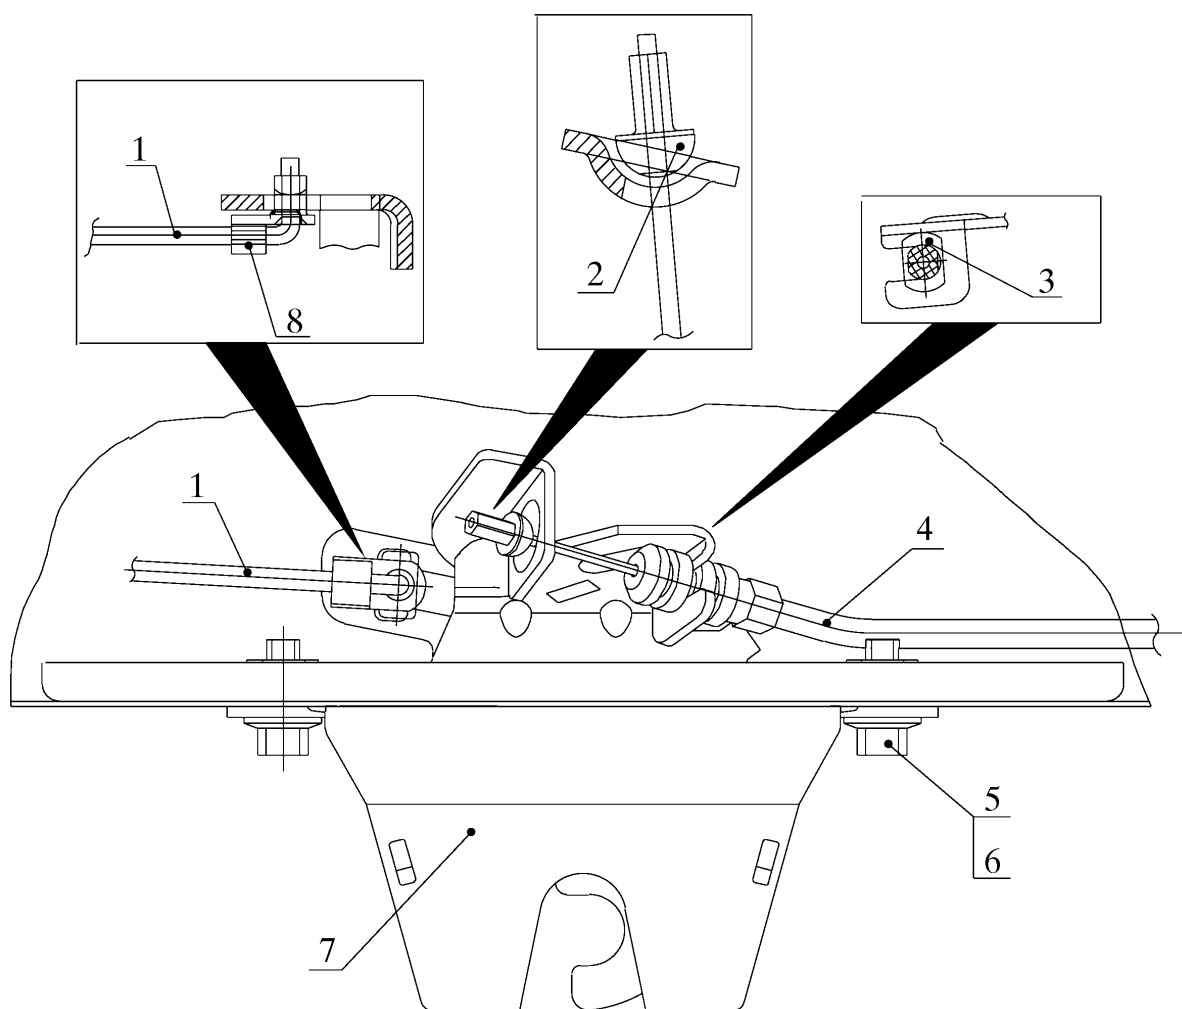

Рис. 5. Снятие замка багажника:
3.4. Отсоединить наконечник 3 (рис. 5) оболочки троса 4 от замка 7 багажника.